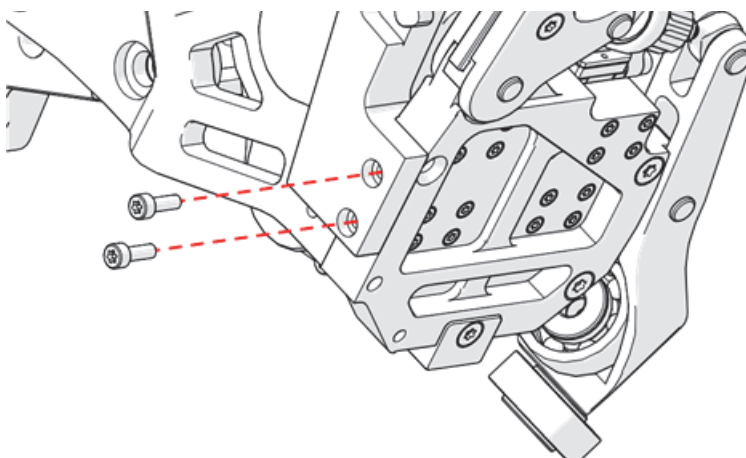

Figura 2-29 Retire los tornillos del brazo del transportador de motor
9. Retire los dos tornillos del brazo del transportador de motor (ver Figura 2-29 en la página 108).